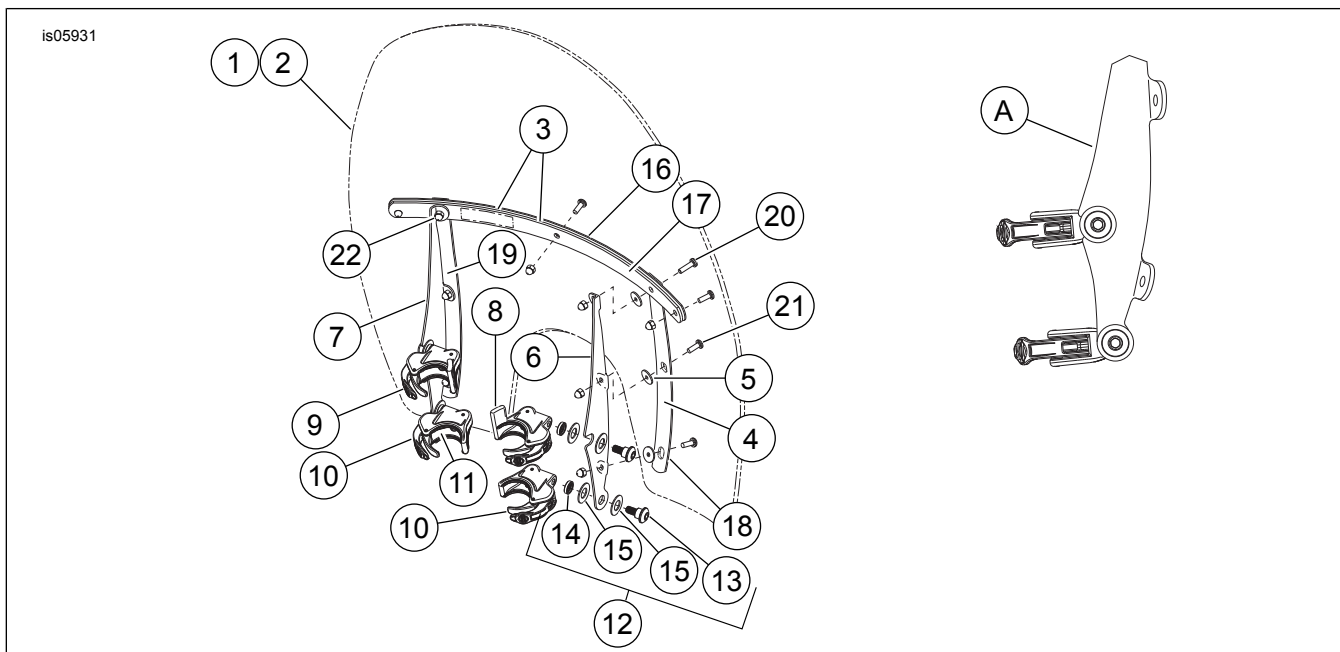

Figura 6. Peças de reposição: Kits pára-brisas facilmente removíveis
Consulte Figura 6 e Tabela 2.
- Consulte Figura 6 e Tabela 2. Reposicione os piscas de acordo com as instruções incluídas no Kit de reposicionamento do pisca (23).
- Consulte Figura 6 e Tabela 2. Retire os kits de prendedores e ferragens da embalagem e separe as peças semelhantes para preparar a montagem. Observe que os prendedores inferiores são exatamente iguais e as abraçadeiras superiores direita e esquerda podem ser identificadas pelas extensões que apontam para cima.